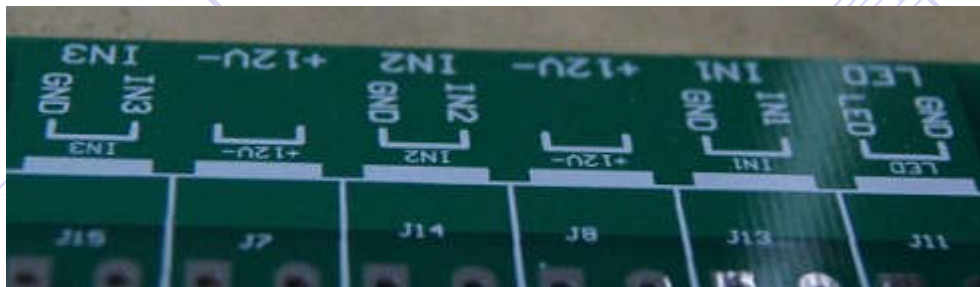

图 77
24) 请问嘉立创接受的最小线宽线隙是多少 (C)
26) 如图 77, 字符的清晰度, 跟以下哪些因素有关 (A、B)